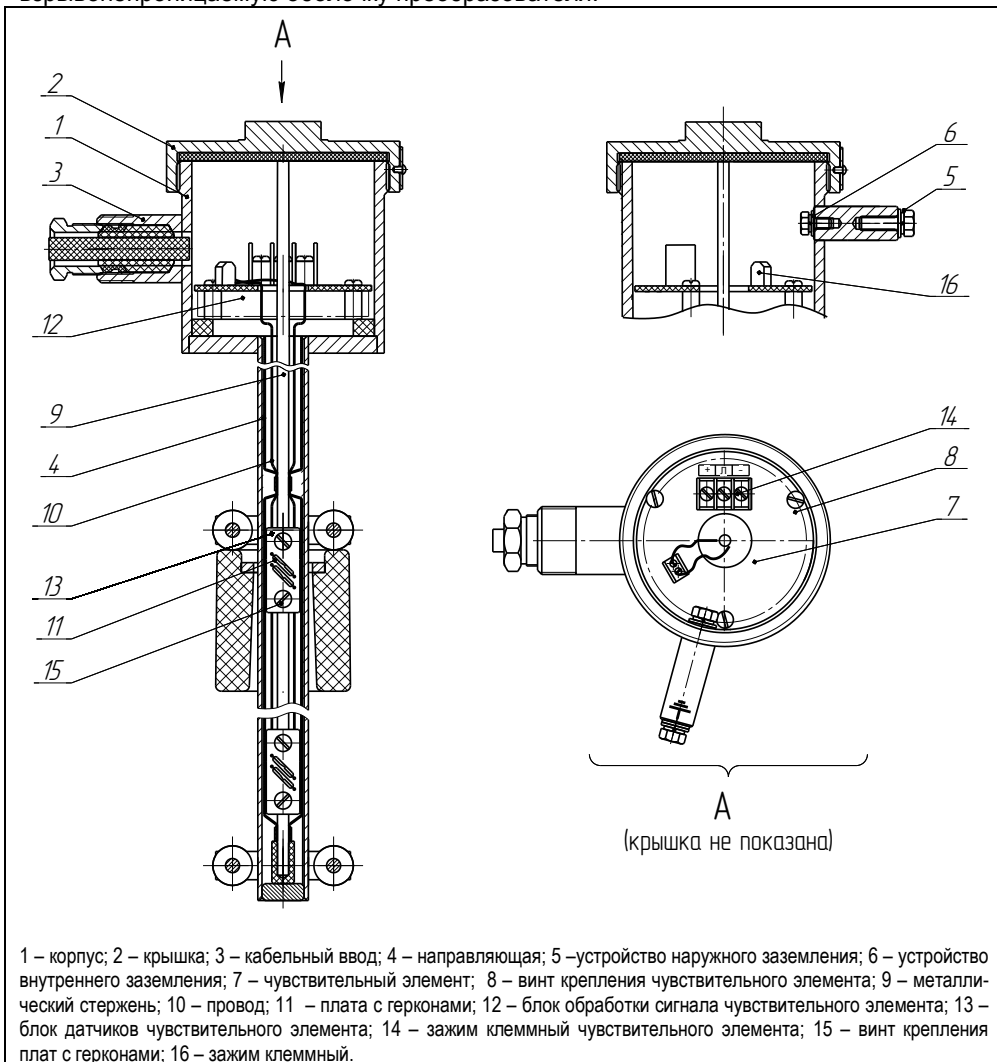

Рисунок 1.9
1.5.1 Устройство преобразователей ПМП-185 и ПМП-185Л приблизительно одинаковое. Далее приводится описание устройства преобразователя ПМП-185 и при необходимости приводятся отличия для ПМП-185Л. Корпус 1 преобразователя (см. рисунок 1.9) с крышкой 2, кабельными вводами 3 и направляющей 4 образует взрывонепроницаемую оболочку преобразователя.
Оболочка на корпусе имеет устройство наружного заземления 5 (см. рисунок 1.9). Внутри оболочки располагается устройство внутреннего заземления 6.